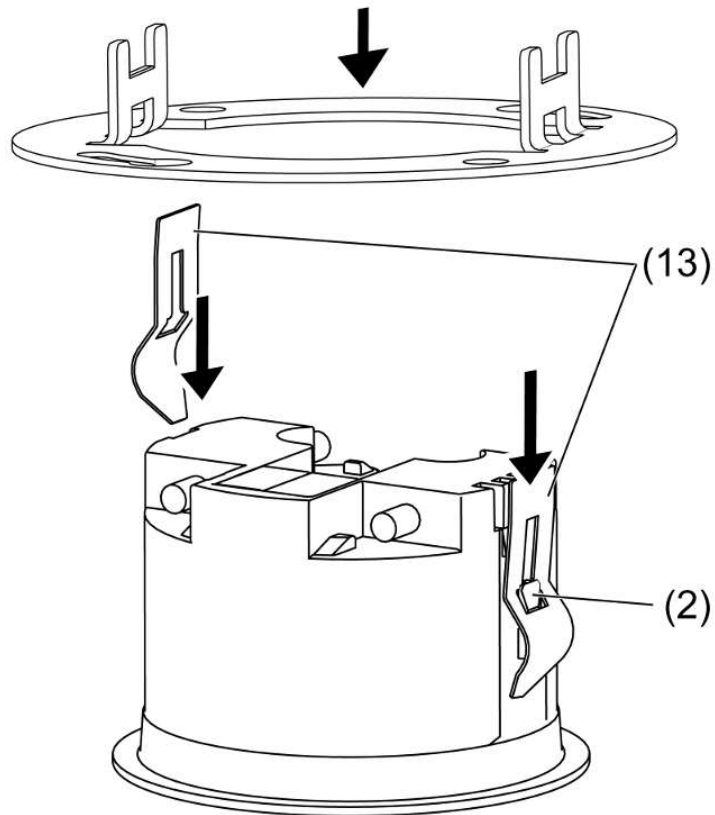

Bild 10
- Skjut på klämfjädrarna (13) enligt bilden bakifrån på styrningarna (2) tills de hakar fast (se bild 10).